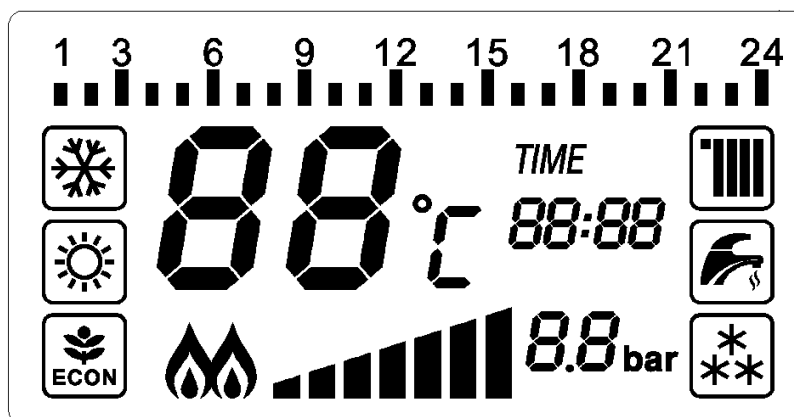

Рис. 9
3.10.3 Интерфейс жидкокристаллического дисплея (рис. 9, табл. 5)